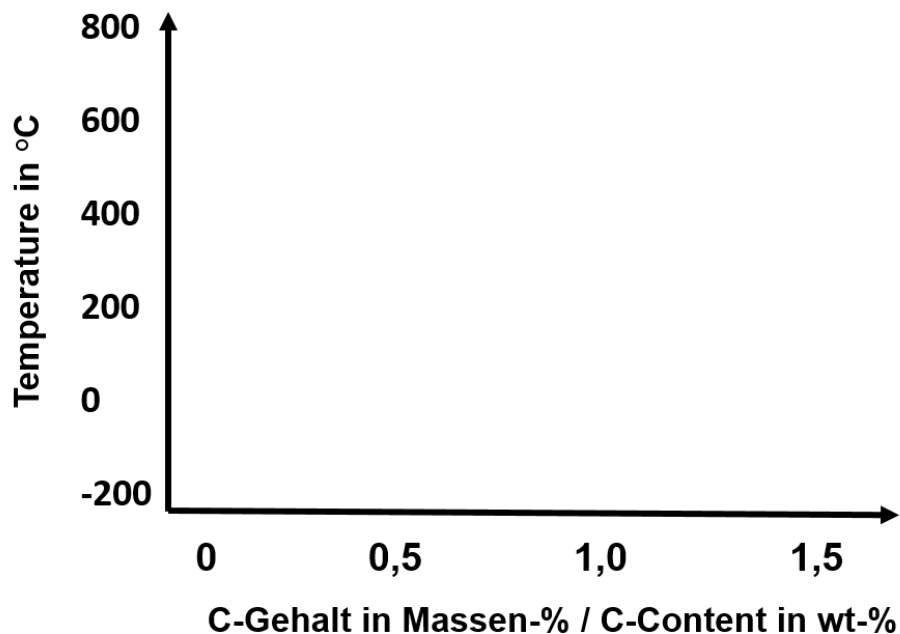

Abbildung 2
- d) Skizzieren Sie den Verlauf der M_s - und der M_f -Temperatur als Funktion des Kohlenstoffgehaltes in **Abbildung 2**. Bei welchem Kohlenstoffgehalt entspricht die M_f -Temperatur in etwa der Raumtemperatur? (2,5 Punkte)